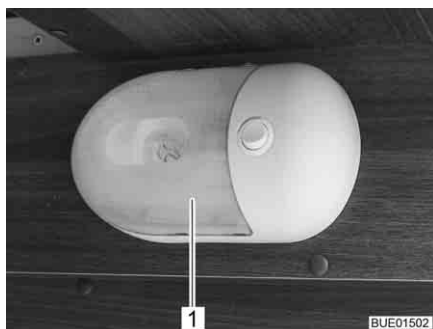

Fig. 272 Lampada del garage
- Comprimere leggermente sui due lati la copertura trasparente (Fig. 272,1), staccarla appena dall'interruttore e tirarla in avanti.